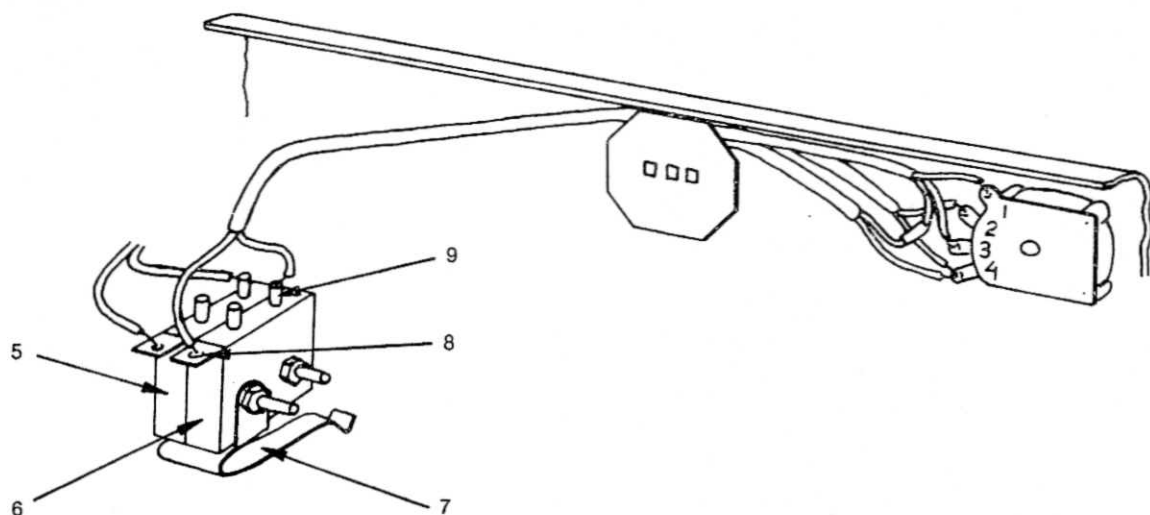

Fig. 8.6.
En ekstra mikrobryter, operert av start/stop magneten, er koplet i serie med ledningen fra potensiometeret VOLUME til utgangsförsterkerens inngang, slik at avspillerfunksjonen legges død ved stopp og tilbakespuling. (Se fig. 8.6.) Endringen kan lett innføres på apparater med lavere serienummer.
- En skjermet 2-leder koples mellom mikrobryteren (6) og potensiometeret VOLUME (fig. 8.6). Skjermetten forbindes med punkt 1 på potensiometeret.